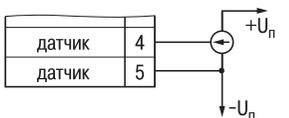

Рис. 7
3.2.2.3.2. При работе в качестве измерителя постоянного напряжения прибор ТРМ101 может использоваться как вольтметр с диапазоном 0...1 В или как милливольтметр –50...+50 мВ (рис. 7).